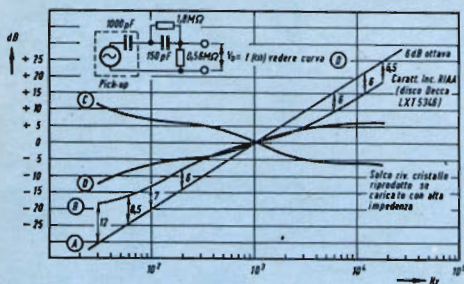

Fig. 4 - Curve di equalizzazione (vedi testo).
andamento in funzione della frequenza è pertanto rappresentato da una curva che risulta dalla differenza tra l'incisione RIAA e la retta sopra menzionata (v. fig. 4 curva  $C = B - A$ ). Se si tiene presente che l'impedenza interna del generatore è puramente capacitiva ( $500 \div 1.000$  pF), si giustifica facilmente la tecnica correntemente usata negli amplificatori di media qualità e cioè quella di disporre un carico di alcune centinaia di k $\Omega$  sul rivelatore a cristallo per compensare l'andamento della curva C sopra menzionata (almeno entro un campo sufficientemente largo di frequenze). Una soluzione più corretta, specialmente nei preamplificatori a valvole, potrebbe essere ottenuta adottando come carico una rete mista (R-C) opportunamente dimensionata (vedi curva D della fig. 4 e relativo circuito).
La (6) esprime pertanto in dB la legge di variazione dell'ampiezza del solco (curva c della fig. 4) come differenza tra la curva di incisione (curva B) e la retta avente pendenza 6 dB/ottava (retta A).